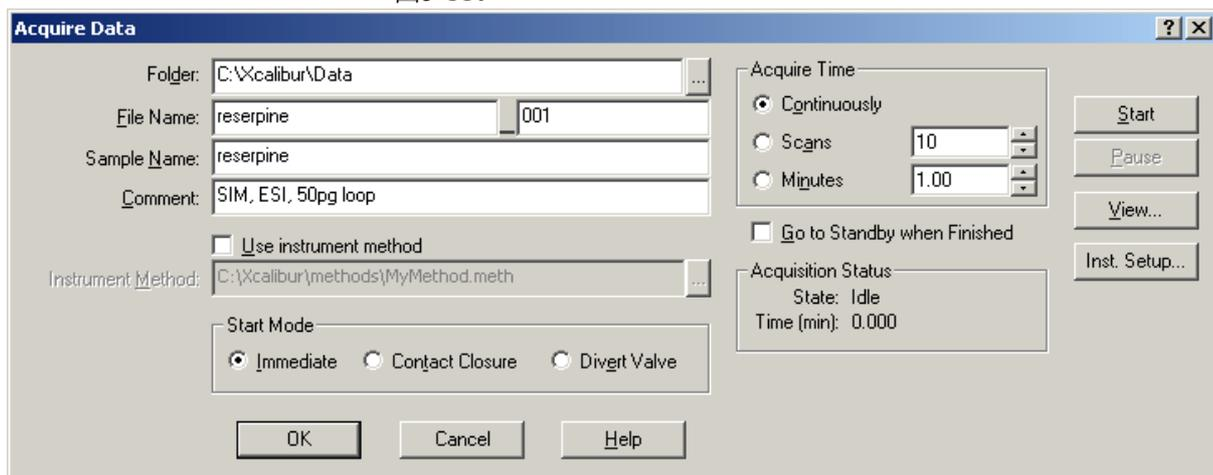

图 5-10. Acquire Data对话框, 图中所示是采集数据的常规设置。
5. 在Control/Scan Mode 工具栏, 点 Acquire Data钮打开 Acquire Data对话框. 看图5-10.